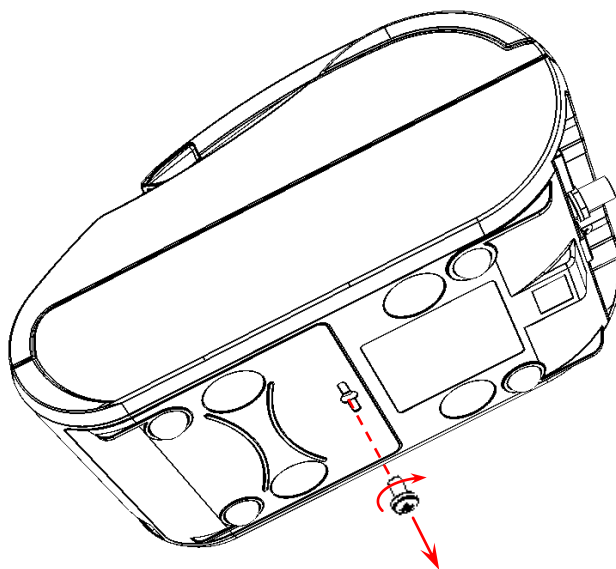

Рисунок 7. Открутить винт крепления крышки к нижней части корпуса
14. Закрыть отсек крышкой и зафиксировать крышку винтом (смотрите рисунок 7).